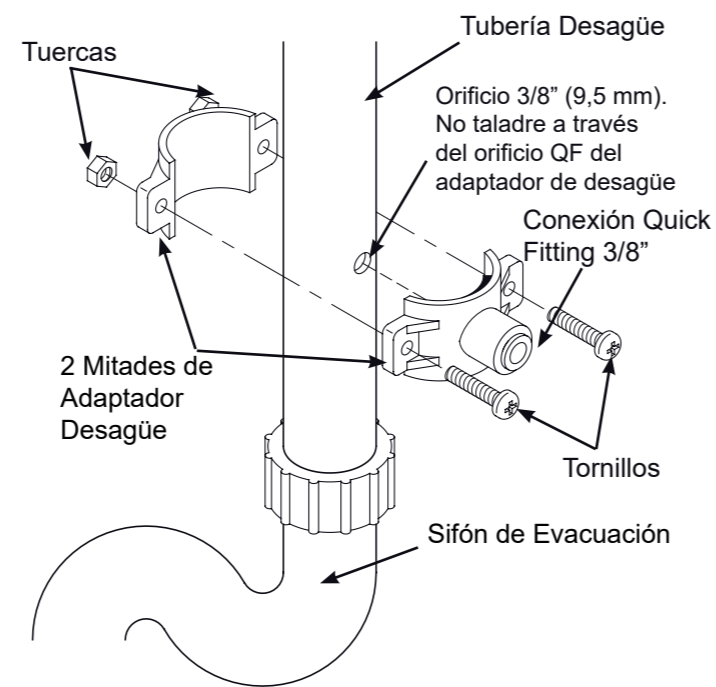

FIG. 7
1. Compruebe que las dos partes de la abrazadera de desagüe se ajustan al tubo de desagüe, aproximadamente 6 pulgadas (15 cm) por encima del sifón (fig. 7). Asegúrese que la conexión QF es hacia el equipo de ósmosis.
2. Usando el orificio de la conexión QF del tubo como una guía, marque la tubería donde se perforará un agujero de 3/8 « (9.5 mm) y retire el adaptador de drenaje de la tubería (fig. 7).
5. Enrosque las tuercas y los tornillos, como se muestra en la fig. 7, y apriete ambos lados por igual para asegurar la correcta colocación del adaptador de desagüe en la tubería. Apriete firmemente, pero sin forzar, a fin de no romper la abrazadera o apretar demasiado fuerte el tubo de desagüe